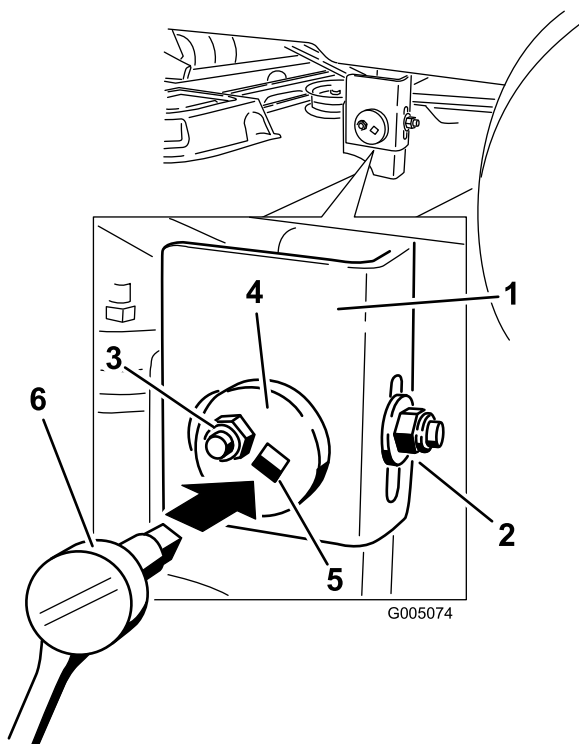

Figure 48
- Passez au côté gauche de la machine. Desserrez sans le retirer, l'écrou de blocage arrière sur le support (Figure 48).
- Desserrez l'écrou de blocage latéral sur le support jusqu'à ce qu'il soit possible d'ajuster la plaque excentrique (Figure 48). Utilisez une clé à douille munie d'une rallonge de 3/8 pouce pour manipuler la plaque excentrique. Utilisez la clé pour repositionner le tablier de coupe à la hauteur voulue.
- Arrêtez le tablier de coupe et vérifiez sa hauteur, puis serrez l'écrou de blocage latéral sur le support pour fixer cette nouvelle position (Figure 48). Serrez l'écrou de blocage arrière sur le support.